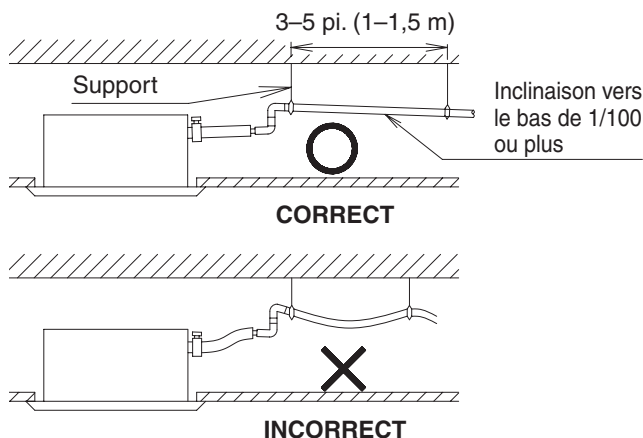

Fig. 14
- Faites en sorte que la tuyauterie d'évacuation soit aussi courte que possible, avec une inclinaison descendante de 1/100 ou plus, où l'air ne peut stagner. **(Reportez-vous à la Fig. 14)** Il est possible d'entendre des bruits de bulle.
- Installez les supports à intervalles de 3 à 5 pieds (1–1,5 m) afin que la conduite ne puisse dévier. **(Reportez-vous à la Fig. 14)**
- Veillez à utiliser le tuyau d'évacuation (1) et le collier métallique (2).